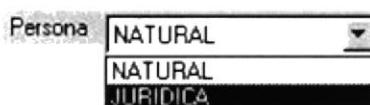

Figura 10.4 Tipo persona
4. Seleccione el tipo de persona dando click en el botón  de la opción **Persona**  NATURAL  JURIDICA, solo si elige Jurídica se habilitará la opción para ingresar la empresa (ver figura 10.4).